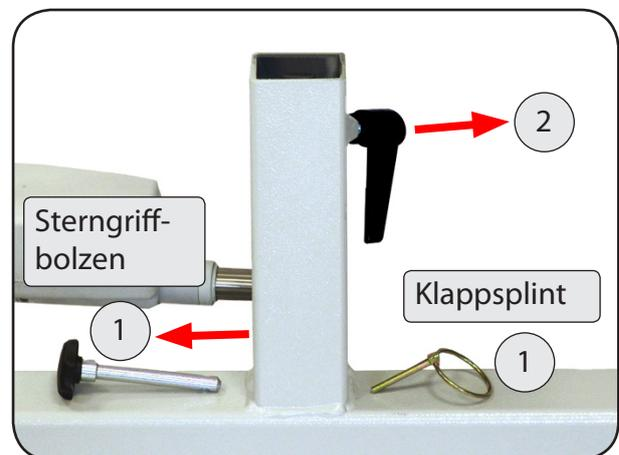

Abbildung 07
2. Entfernen Sie den Sterngriffbolzen mit Klappsplint (Pos.1) aus der Bohrung und schrauben Sie Klemmhebel (Pos. 2) weitmöglichst heraus. (Abbildung 07).